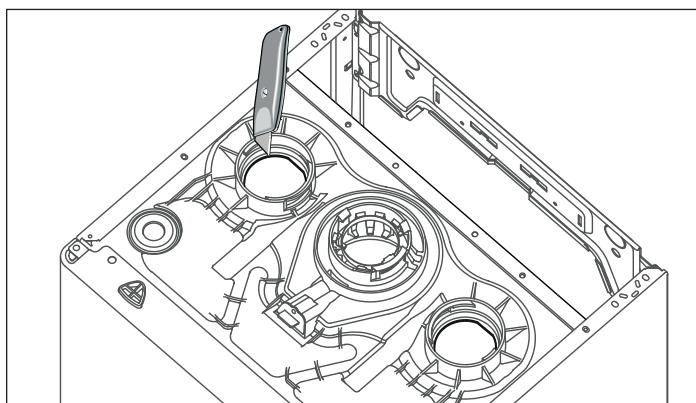

Figure 32 - Coupe du plastique recouvrant le raccord du conduit d'entrée d'air
Suivez les étapes ci-dessous pour installer un conduit d'entrée d'air dans le raccord d'entrée d'air de la chaudière. Pour plus d'informations, reportez-vous à la Figure 32.
**REMARQUE :** Nettoyer et sécher le raccord de la chaudière. N'utilisez PAS d'apprêt ni de colle sur le raccord de la chaudière. Sélectionnez un raccord du conduit d'entrée d'air (à gauche ou à droite du collet du conduit d'évacuation). Voir Figure 32.
**REMARQUE :** NE COUPEZ PAS DES DEUX CÔTÉS! Voir Figure 32.